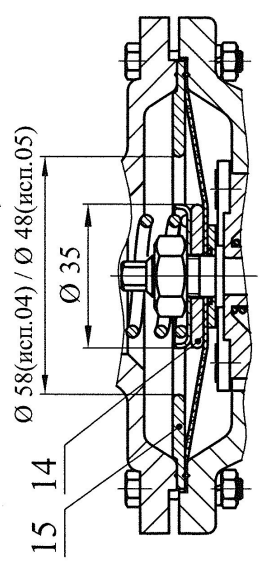
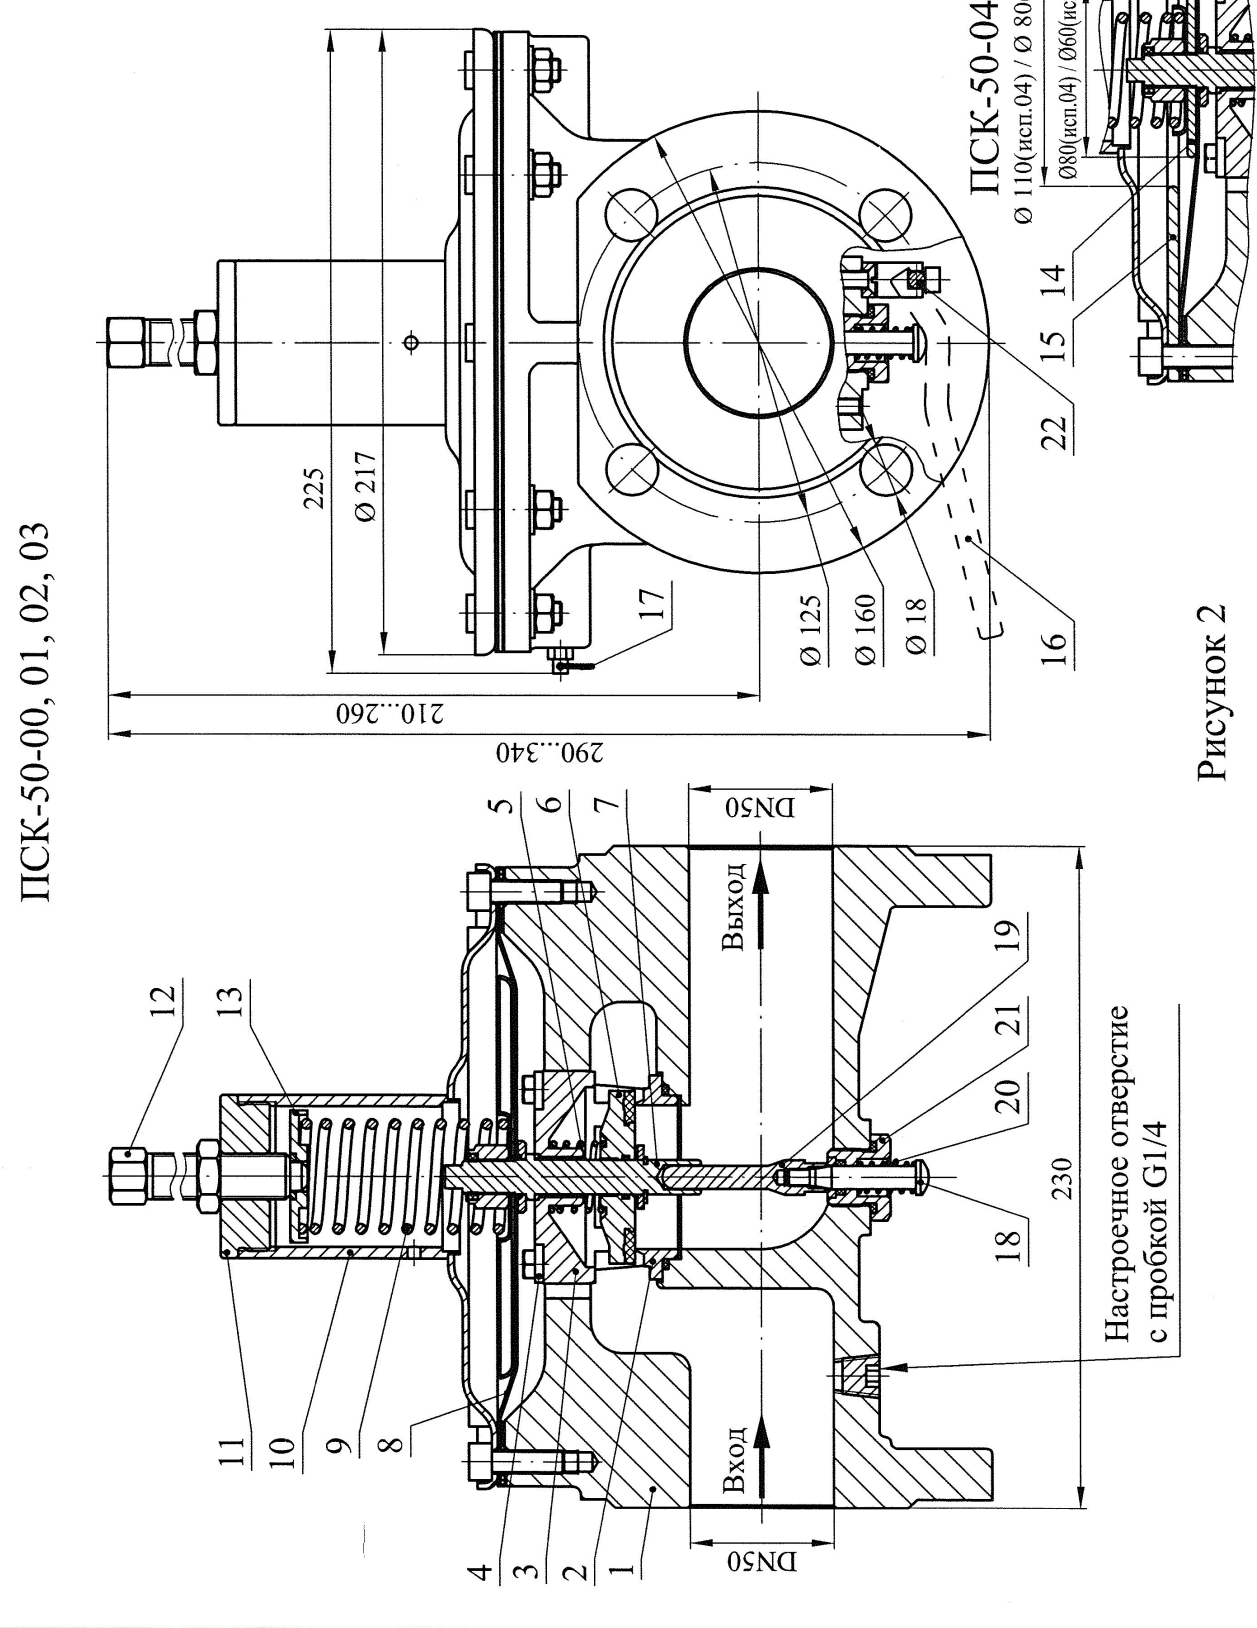

Рисунок 1
Рисунок 2
7.1 Устройство и принцип работы клапанов ПСК-25, рисунок 1, и ПСК-50, рисунок 2, аналогичны. В корпусе 1 установлено седло 2, которое удерживается посредством стакана 3 и прижимной пластины 4. Пружина 5 прижимает затвор 6, установленный на штоке 7, к седлу 2. Шток 7, в свою очередь, жестко связан с мембраной 8, на которую воздействует регулировочная пружина 9 расположенная в стакане крышки 10, закрытом колпачком 11. Винт 12 предназначен для настройки клапана, а шайба 13 для снятия усилий при настройке, возникающих от трения.